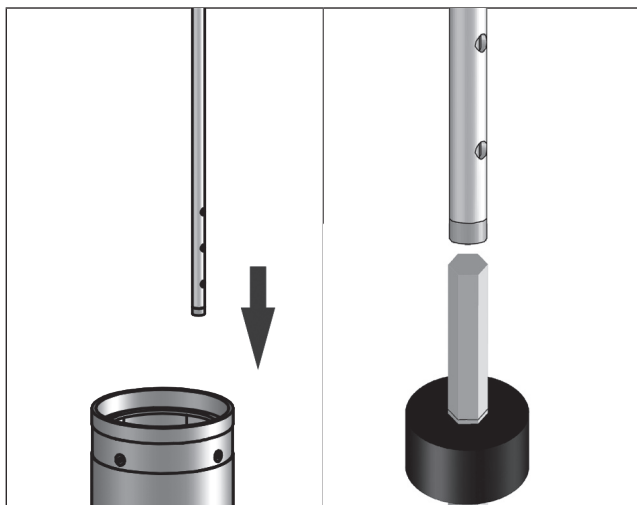

Abb. 2
2. Stecken Sie den mitgelieferten Schlüssel in die Stange ein. (Abb. 2).